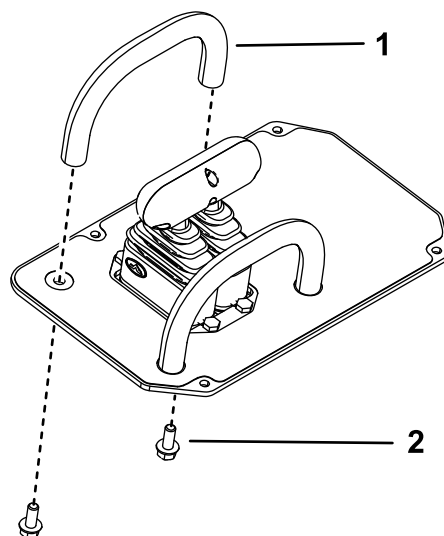

Figure 22
1. Boulon et écrou (4)
- Soulevez le couvercle du panneau de commande et déposez la poignée avant (Figure 22).